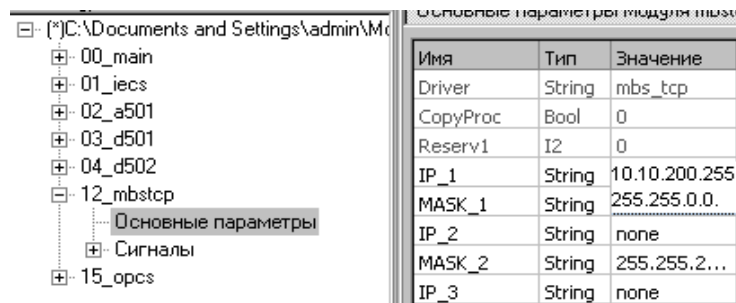

Рис. 9.8 Настройка IP-адресов
15. Откройте “Основные параметры” модуля 12_mbstcp и измените параметры IP_1 и MASK_1 так, как показано на Рис. 9.8.